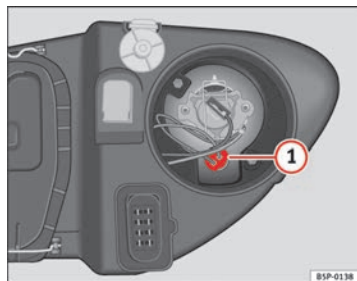

Abb. 186 Standlicht
- Die Fassung => Abb. 186 **1** herausnehmen.